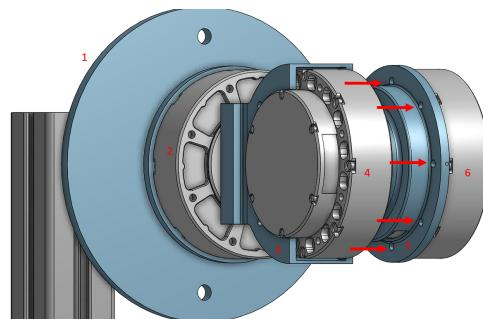

Figura 16. Paso 6.
Paso 6: Por último, se debe fijar el motor No 3 al acople intermedio, para ello, requerimos 8 tornillos M4 rosca fina y se deben fijar en los agujeros correspondientes en la parte posterior del motor 3 señalados en la figura 16.